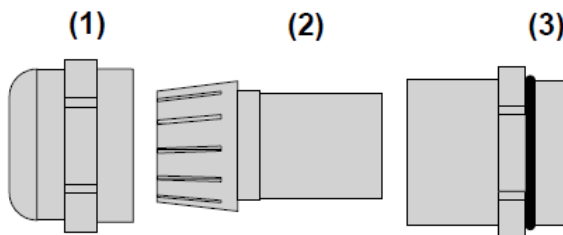

Рис. 7.1. Детали кабельного сальника: (1) колпачковая гайка, (2) стяжной элемент, (3) основной элемент
- Вставьте выходной кабель в корпус и верните сторону уплотнительного кольца основного элемента сальника (3) в корпус (см. рис. 7.1).
- Закрепите сальник, привинтив колпачок (1) к основному элементу (3).
- Оборудовать соединительный кабель с нормальной трубной резьбой 1/2" кабельным сальником, вынутым на первом этапе, как показано на рис.7.1. Соединительный кабель из комплекта поставки имеет шесть коротких и два длинных вывода. Шесть коротких выводов для подключения не требуются, и их необходимо обрезать с обоих концов кабеля.